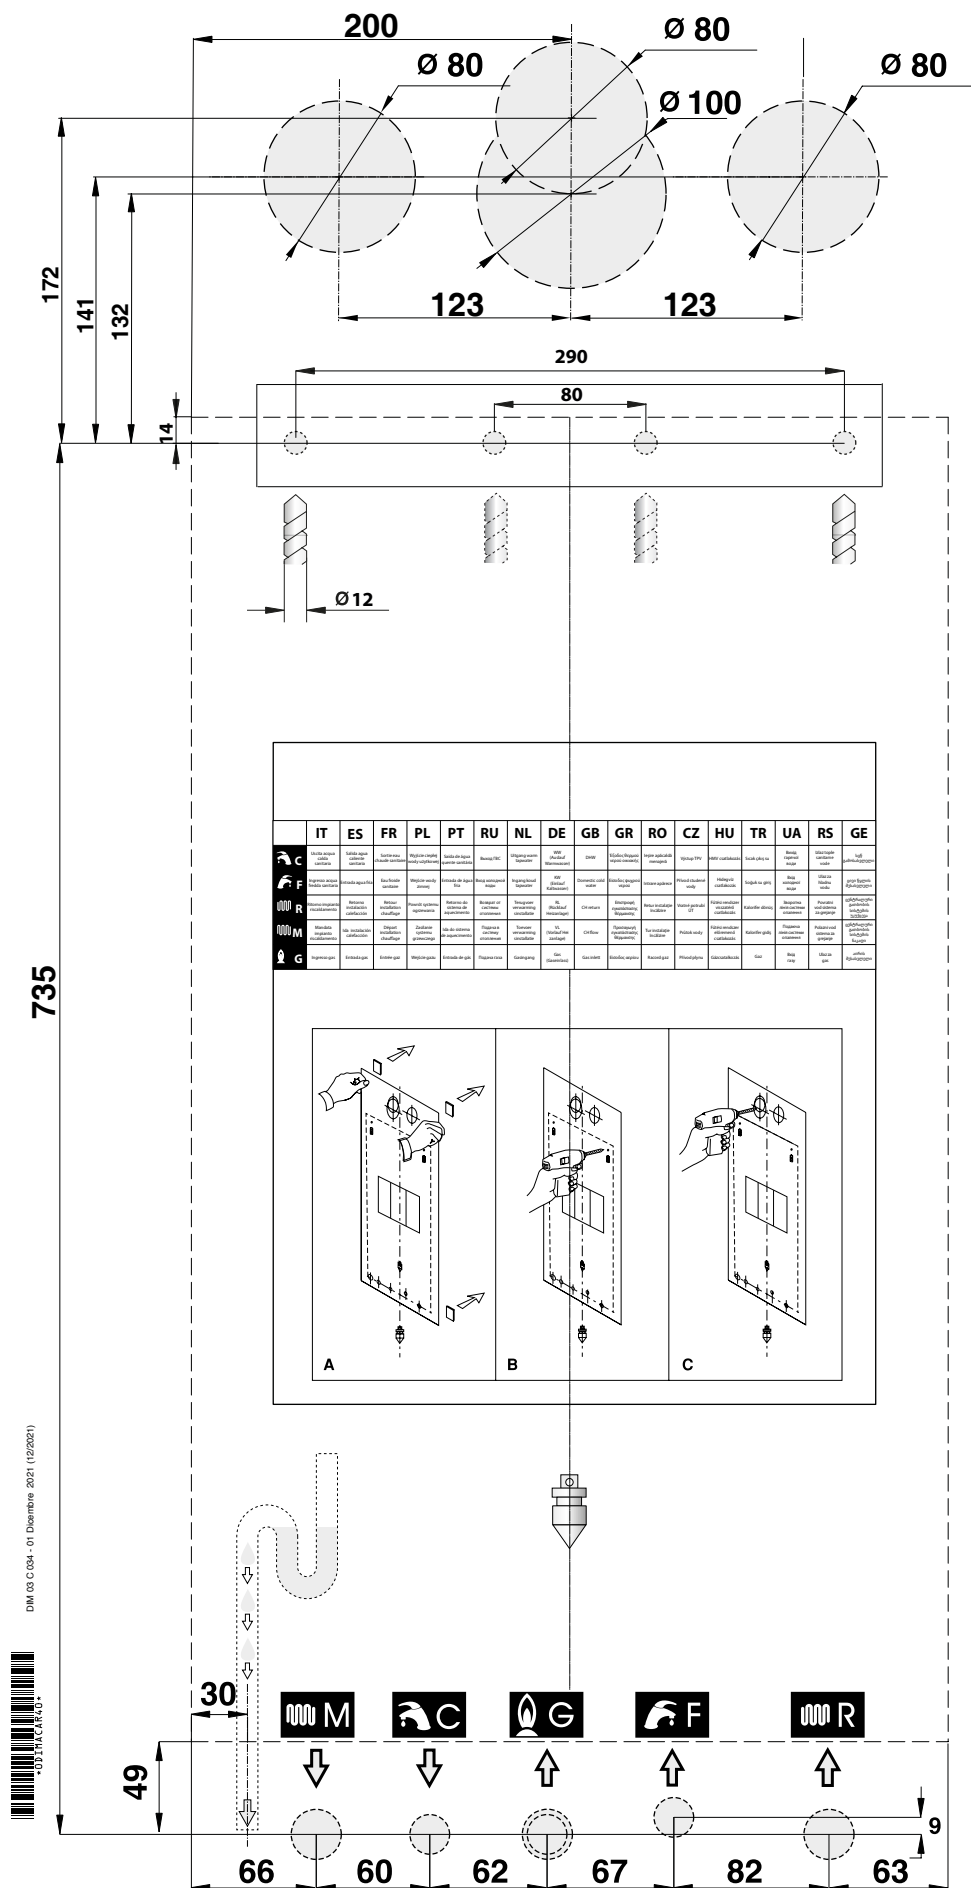

Fig. 5 Plantilla de instalación
- » la plantilla de fijación de la caldera a la pared (véase Fig. 5 Plantilla de instalación);
Cada aparato está provisto de una plantilla de papel correspondiente (ver Fig. 5 Plantilla de instalación).